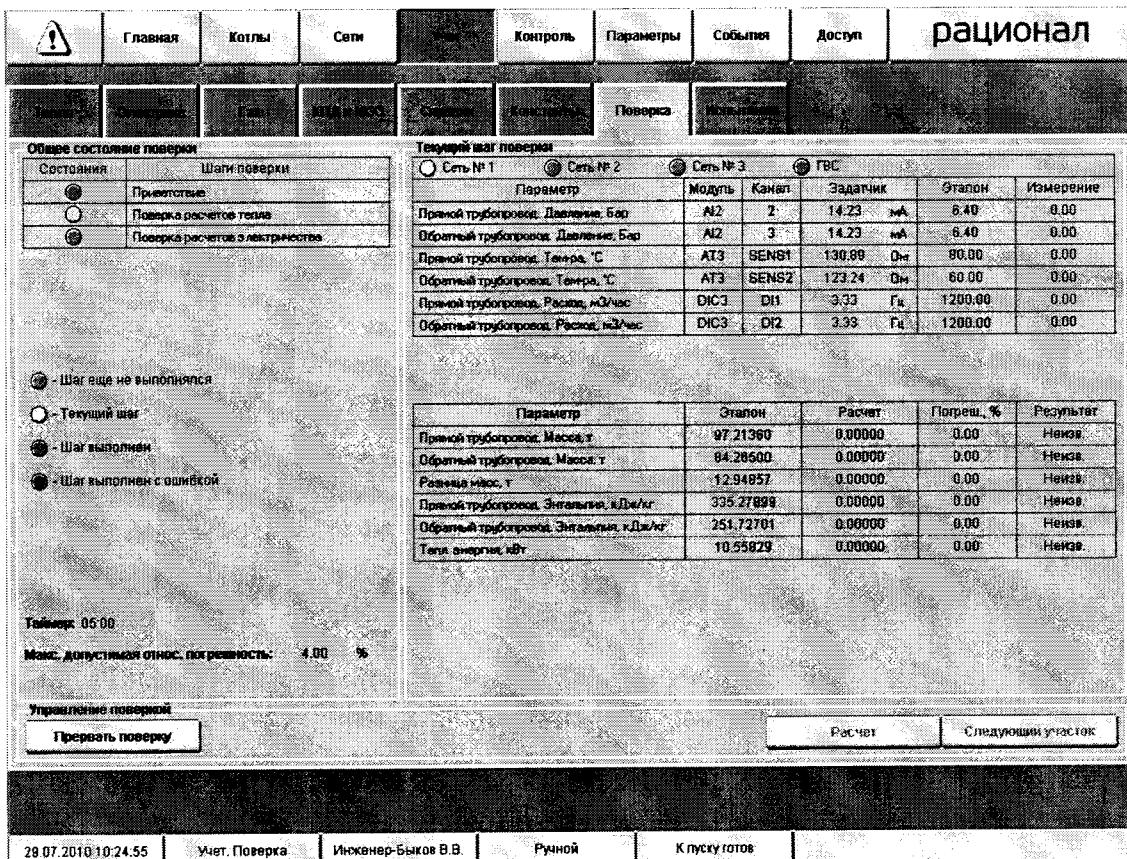

Рисунок 10
- если результат теста удовлетворителен, т.е. рассчитанная погрешность не больше допускаемой, нажимают кнопку «Следующий участок», и программа поверки переходит к поверке модуля преобразований и расчета тепловой энергии по сетевому контуру теплоснабжения №1 (Рисунок 10).
- подключают имитаторы сигналов к ИК, использующим модуль расчета тепловой энергии по сетевому контуру (таблица 8); к какому модулю и ИК необходимо подключиться, отображается на экране в строке «Состояние» таблицы «Текущий шаг поверки» желтой лампочкой (Рисунок 10).